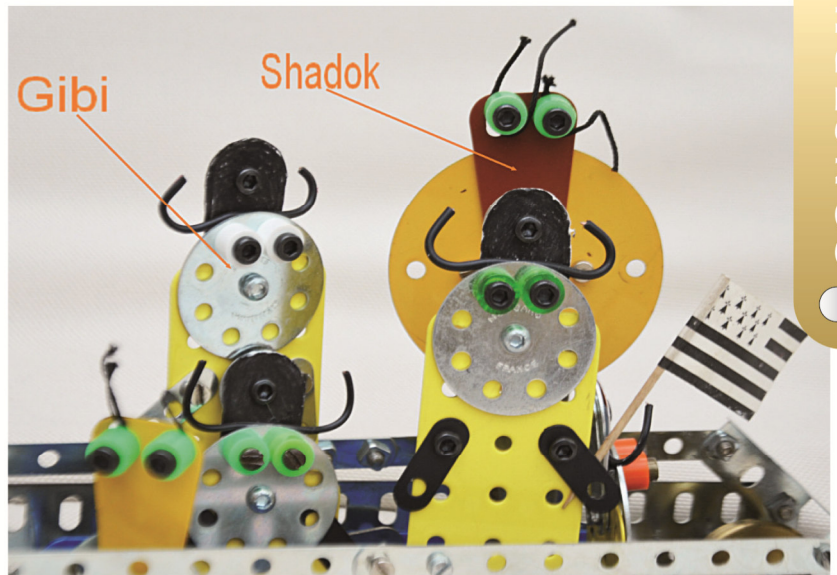

Fig. 1 Shadoks et Gibis
Les Shadoks et les Gibis (Fig.1) ne supportaient plus d'habiter sur leur planète. Un jour, ils décidèrent d'aller sur la Terre au moyen de leur fusée propulsée grâce à leur dernière invention : le Cosmogol 999. Ils se répartirent de la manière suivante : les Shadoks en France et les GiBis en Grande Bretagne (GB). Dans un climat de parfaite « Entente Cordiale » ils projetèrent de réaliser un tunnel au-dessus de la Manche. Les travaux commencèrent des deux cotés du Channel mais il y avait tellement de brouillard sur la mer à cette époque qu'ils ne se rencontrèrent pas, c'est la raison pour laquelle deux tunnels ont été réalisés.